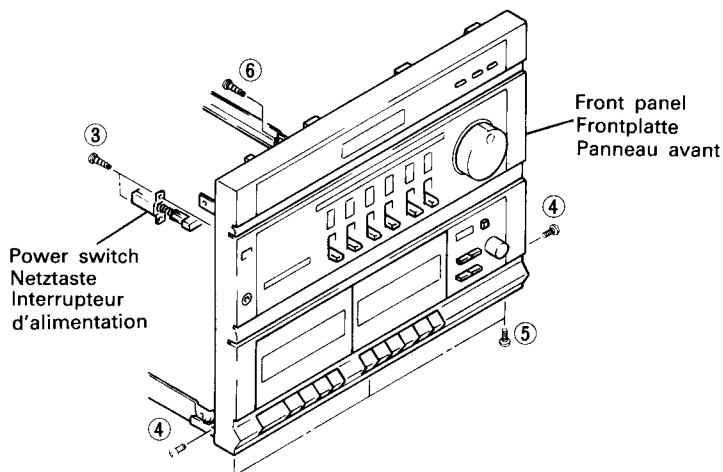

Fig. 2 Abb. 2
2. Front Panel (Fig. 2, 9)
2. Frontplatte (Abb. 2, 9)
2. Panneau avant (Fig. 2, 9)